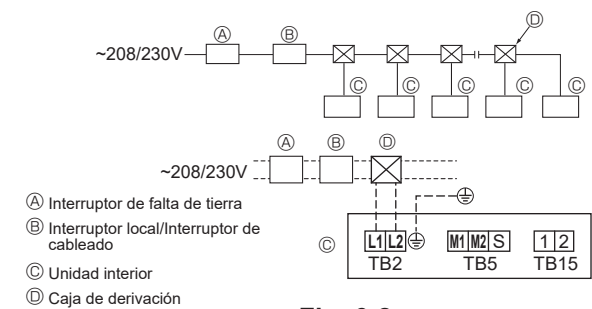

Fig. 6-2
6.3. Cableado de alimentación (Fig. 6-2)